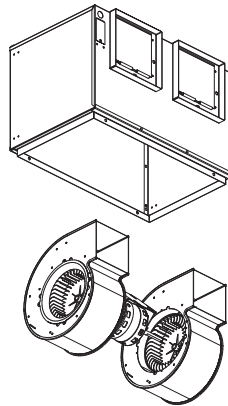

Figure 3 — Fixation de la soufflante
- Si la partie soufflante (moteur, turbine et volute) n'est pas montée dans le caisson, brancher la fiche électrique dans la prise du caisson puis enfiler le côté volute de la soufflante dans le caisson. La fixer avec deux vis à tête fournies, comme sur la Figure 3.